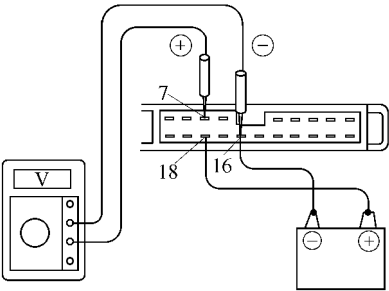

图 18-96 检查在间歇方式下动作情况
①将刮洗器开关置于 INT 位置，将间歇时间控制开关置于 FAST (快速) 位置。然后将正极 (+) 导线从蓄电池连接到端子 B18，并将负极 (-) 导线连接到端子 B16。再将正极 (+) 导线从电压表连接到端子 B7、并将负极 (-) 导线连接到端子 B16，如图 18-96 所示。检查仪表指针应指示在蓄电池的电压值位置。